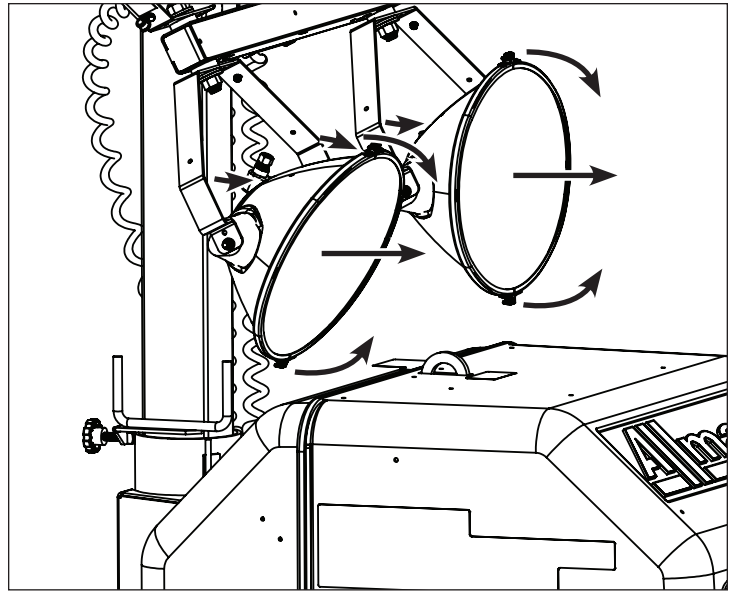

Figura 16
2. Ajuste manualmente cada luminaria (arriba, abajo, izquierda y derecha) para que se adapten a las necesidades de iluminación. Consulte la Figura 16.
3. Una vez terminadas las operaciones de iluminación, ajuste las luminarias en la posición de transporte, con las luminarias orientadas rectas hacia la parte posterior del remolque de la torre de iluminación. Consulte la Figura 16.